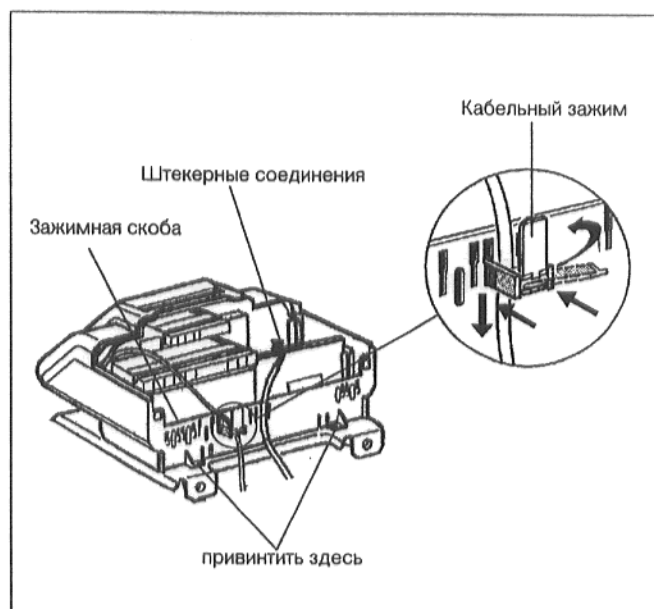

рис. 26
- Привинтить устройство регулирования двумя винтами, расположенными в задних углах отсека для прохода кабеля, к переднему кожуху котла (рис. 26).
- Вывести линию горелки назад под передним кожухом котла и подключить штекерное соединение на устройстве регулирования в соответствии с обозначением (рис. 26).
- Подсоединить электрические подключения линий пользователя к штекерным соединительным элементам в соответствии с электрической схемой (рис. 26).
- Зафиксировать все линии посредством кабельных зажимов (входят в комплект поставки устройства регулирования): кабельные зажимы с вложенной линией вставить в зажимную скобу и зафиксировать поворотом рычага (рис. 26).
- Провести присоединительный кабель к устройству регулирования и подключить его там в соответствии с электрической схемой (рис. 26).